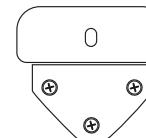

Рис.7
- Вставьте винты в отверстия и закрутите их (рис.7).